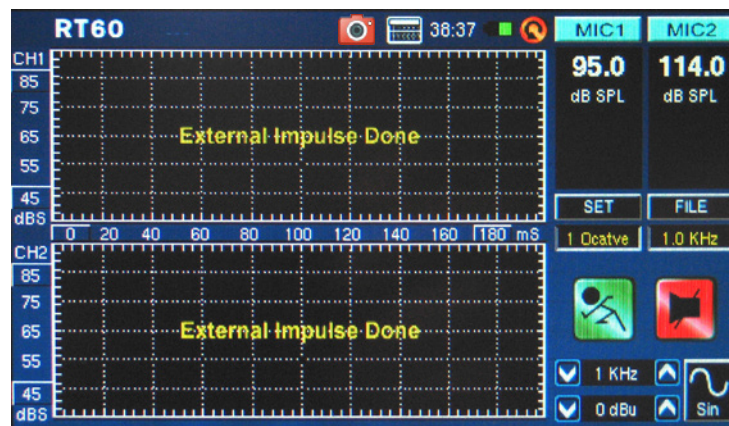

figure 39
6. PAA6が集音するオーディオレベルがバックグラウンド ノイズより30dB以上高くなるようにオーディオ レベルをゆっくりと上げてください(図39)。